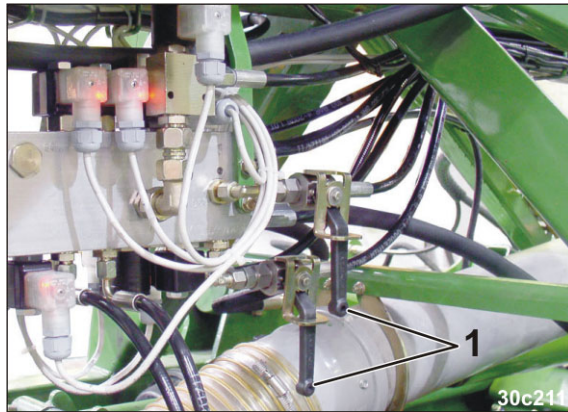

Fig. 248
- o Cirrus 3001 Super (see Fig. 248/1)